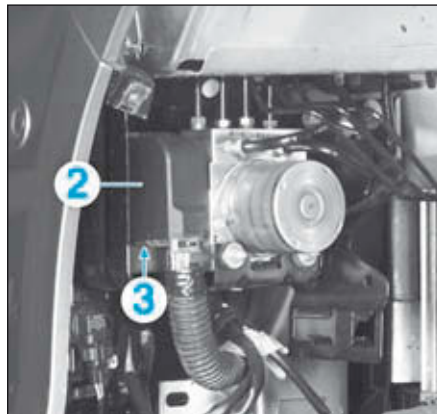

FIG.52
- Dégrafer la protection (2) du connecteur du bloc-hydraulique (Fig.52).
- Débrancher le connecteur (3).